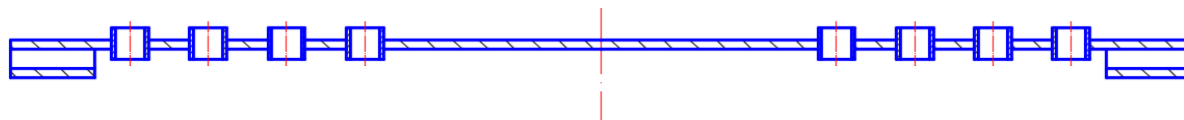

Рис. 111. Завершение дна оросителя
- дотянуть линии поддона оросителя до оси (см. рис. 111). Создать штриховку (ANSI31, Угол 90^0 , Масштаб 8);